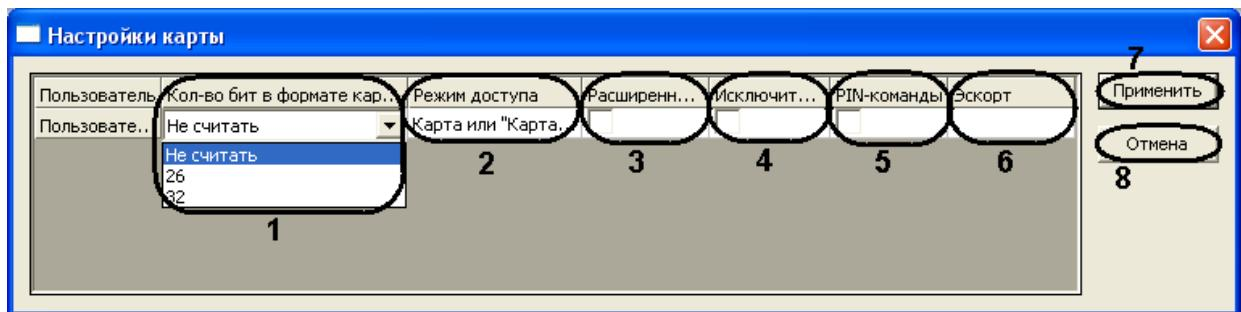

Рис. 3.10—2 Настройка пользователей
- Выбрать необходимое количество бит в формате карты (Рис. 3.10—2, 1):
- 26 бит – в случае, если используется разделение на код объекта (8 бит, число от 1 до 254) и код карты (16 бит, число от 1 до 65534). Как правило, число написано на карте и оно может выглядеть следующим образом: 42 64853, или 42,64853, или (42)64853.